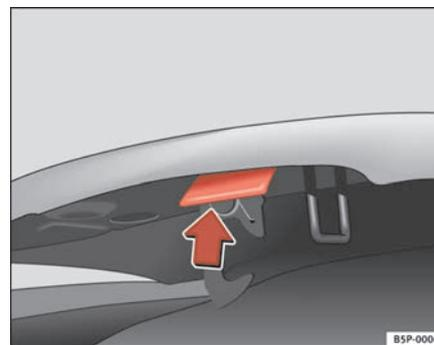

Fig. 163 Manípulo de abertura por baixo do capô.
- Pressione para cima a alavanca existente por baixo do capô ⇒ fig. 163. Ao fazê-lo, o gancho de fixação fica desbloqueado.